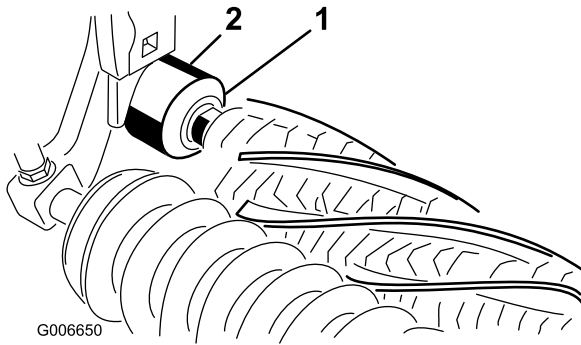

図 14
21. 各エクスクルーダシールのリップ部がそれぞれのベアリングハウジングに接触していることを確認する 図 14。